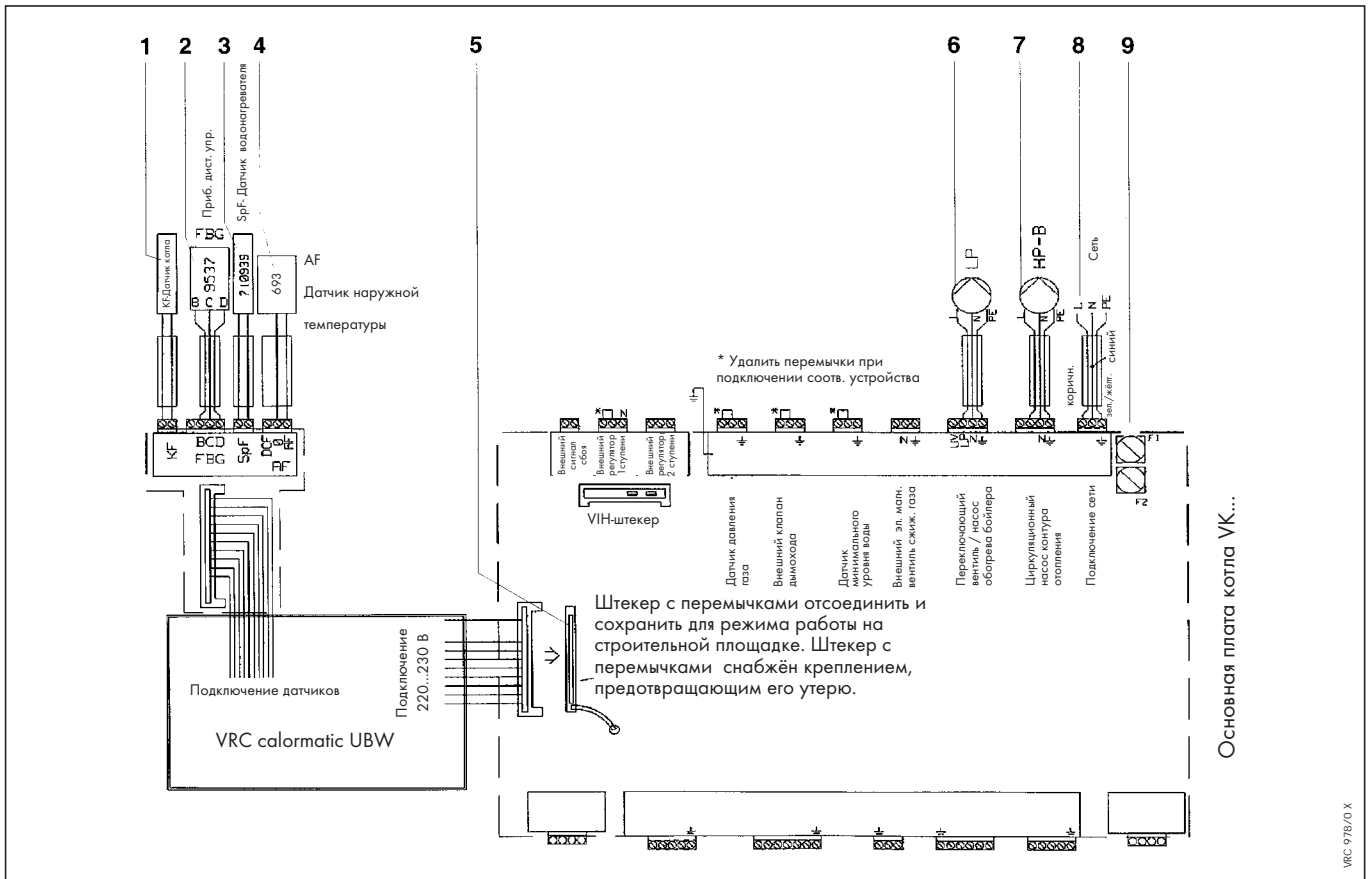
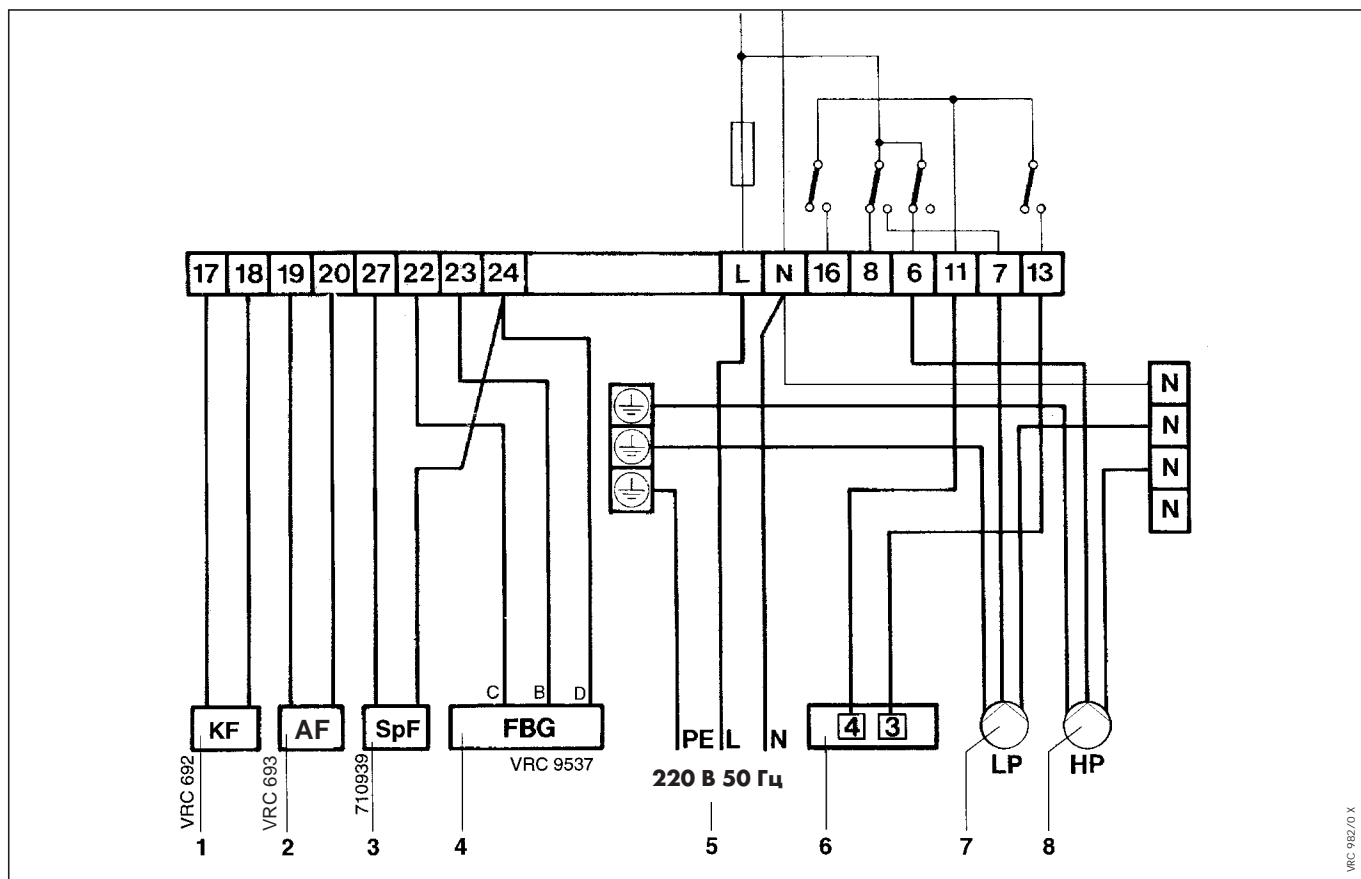

Рис. 4.1 Схема электрических соединений UK... с водонагревателем серии VIH с насосом водонагревателя
Рис. 4.4 Схема электрических соединений при настенном монтаже
Цокольную плату закрепить на стене согласно прилагаемой к ней инструкции. Цокольную плату подсоединить согласно схеме подсоединения рис. 4.4. Адаптер (2) вставить в цокольную плату (3) и закрепить винтом. Компактный регулятор (1) соединить штекерами с адаптером (2) и вмонтировать регулятор в адаптер, закрепить винтами.
Схемы подключения представлены начиная с рис. 4.1 на стр. 10 до рис. 4.4 на стр. 13.
### Легенда к рис. 4.1
#### Легенда к рис. 4.4